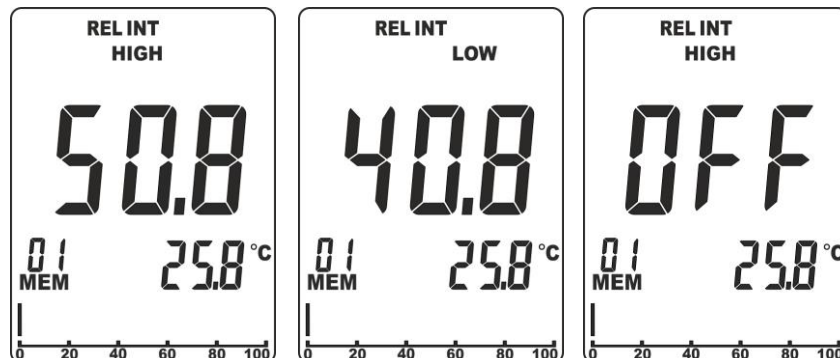

Fig. 6: Configuración umbrales de alarma medida MOI INT y MOI EXT
1. Pulse simultáneamente durante algún segundo las teclas **MOI** y **MODE/ZERO**. El símbolo **“HIGH”** se muestra en la parte superior del visualizador (ver el Fig. 6 – parte izquierda)
2. Use las teclas flecha ◀ o ▶ para configurar el valor del umbral Máximo en el campo: **0.1% ÷ 99.9%**. En estas condiciones el instrumento emitirá un sonido **continuo** para el valor medido de humedad superior al umbral configurado. Seleccione la opción **“OFF”** para deshabilitar las alarmas (ver el Fig. 6 – parte derecha)
3. Pulse la tecla **MEM/ALM** para confirmar y pasar a la configuración del umbral Mínimo. El símbolo **“LOW”** se muestra en la parte superior del visualizador (ver la Fig. 6 – parte central)